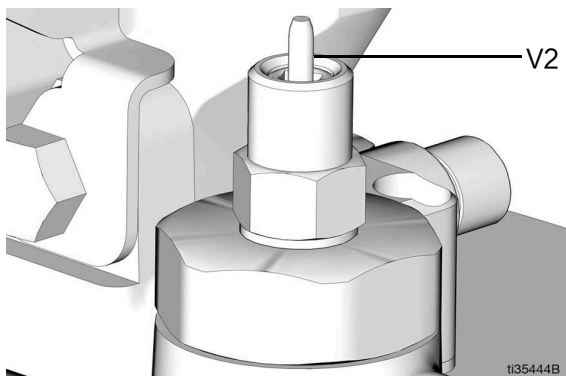

图 13
在向料桶 (K) 中添加润滑脂时，它会将压油盘 (Y) 推到料桶 (K) 的顶部，在此处阀销钉 (V1) 关闭入口流体路径。料桶装满后，销钉 (V2) 弹出 (图 13)。